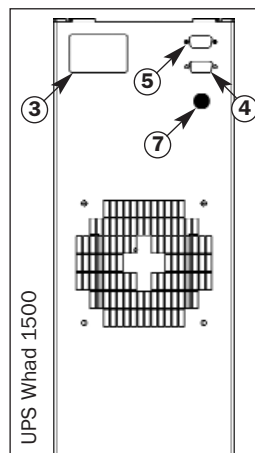

Fig.2
- 2) Ligar ao conector de Entrada/Saída [3], o cabo de alimentação e a tomada múltipla de saída (ver fig. 2).